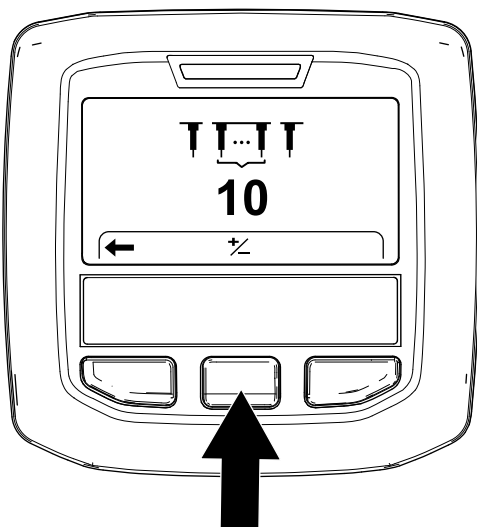

Figura 61
3. Apăsai butonul InfoCenter din dreapta până când se afișează ecranul Setting the Tine Quantity (Setare cantitate de dini) (Figura 61).